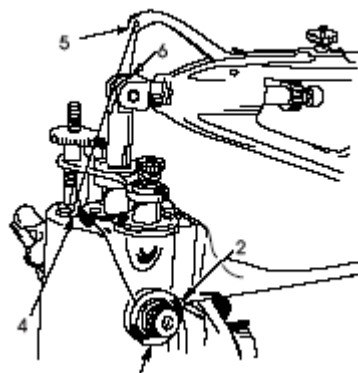

Рис. 22
3. Протяните нить вокруг задней части стержня 2 рядом с натяжными дисками на лицевой части рукава и справа налево под и между натяжными дисками 3. См. Рис. 22.